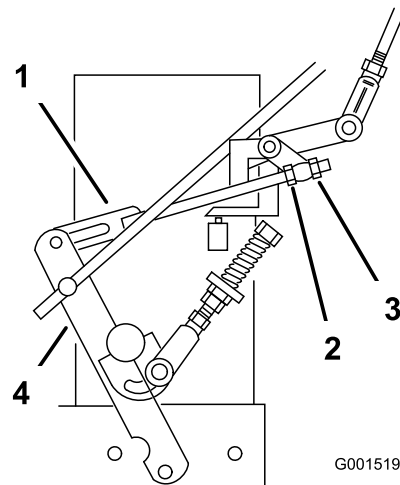

Bild 33
8. Lösen Sie die vordere Einstellmutter am linken hydraulischen Steuergestänge (Bild 33).
9. Drehen Sie die hintere linke Einstellmutter nach links, bis sich das Rad vorwärts dreht (Bild 33).
10. Drehen Sie die hintere Einstellmutter jeweils um eine Vierteldrehung nach rechts. Schieben Sie den Fahrgeschwindigkeitshebel in die VORWÄRTS-Stellung und dann zurück in die NEUTRAL-Stellung. Wiederholen Sie diese Schritte, bis sich das linke Rad nicht mehr vorwärts dreht (Bild 33).